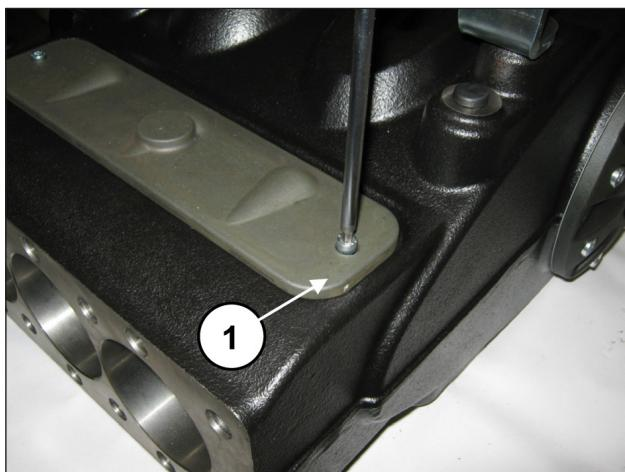

Fig. 92
Appliquer les couvercles d'inspection avec les joints toriques (rep. ①, Fig. 91) et serrer à l'aide de 2+2 vis M6x14 (rep. ①, Fig. 92).